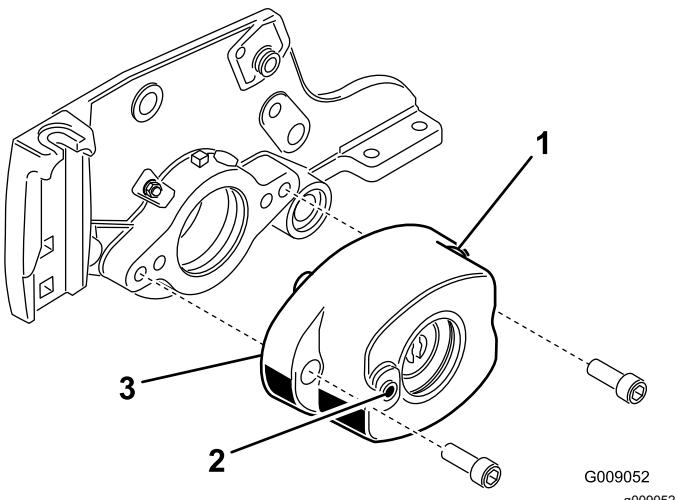

Рисунок 6
6. Установите корпус щетки катка на корпус подшипника барабана с помощью двух болтов с шестигранными углублениями (3/8 x 1 дюйм) (Рисунок 6). Расположите корпус щетки катка так, чтобы резьбовое отверстие было направлено в сторону передней части режущего блока.